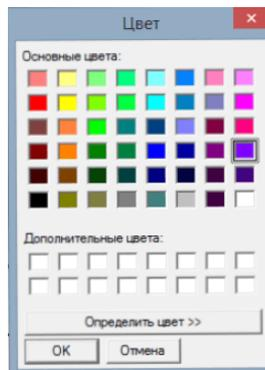

Рис. 14.5. Стандартное диалоговое окно **Цвет**
- выбрать цвет отображения каждой дисперсионной кривой с помощью стандартного диалогового окна **Цвет** (рис. 14.5), нажав соответствующую кнопку справа от номера моды;
- ✧ Изменение цвета фона выбранного окна с помощью кнопки **Цвет** в группе **Фон**. Выбор цвета производится в стандартном диалоговом окне **Цвет** (рис. 14.5). При нажатии на кнопку **Прим. ко всем** выбранный цвет фона устанавливается сразу во всех окнах.
- ✧ Изменение цвета линии с помощью кнопки **Цвет** в группе **Линия**. Выбор цвета производится в стандартном диалоговом окне **Цвет** (рис. 14.5). При нажатии на кнопку **Прим. ко всем** выбранный цвет линии устанавливается сразу во всех окнах.
- ✧ Расчет и отображение огибающей линии с помощью переключателя **Показывать** в группе **Огибающая**. При необходимости сглаживания огибающей необходимо установить переключатель **Сгладить** и с помощью вращателя указать количество точек, по которому следует провести сглаживание. Изменение цвета огибающей линии производится нажатием на кнопку **Цвет** в этой же группе. Выбор цвета производится в стандартном диалоговом окне **Цвет** (рис. 14.5). Группа **Огибающая** доступна только для окна осциллограмм.
- изменение цвета значений параметра с помощью кнопки **Цвет шкалы**. Выбор цвета производится в стандартном диалоговом окне **Цвет** (рис. 14.5);
- изменение цвета фона оси с помощью кнопки **Цвет фона**. Выбор цвета производится в стандартном диалоговом окне **Цвет** (рис. 14.5).